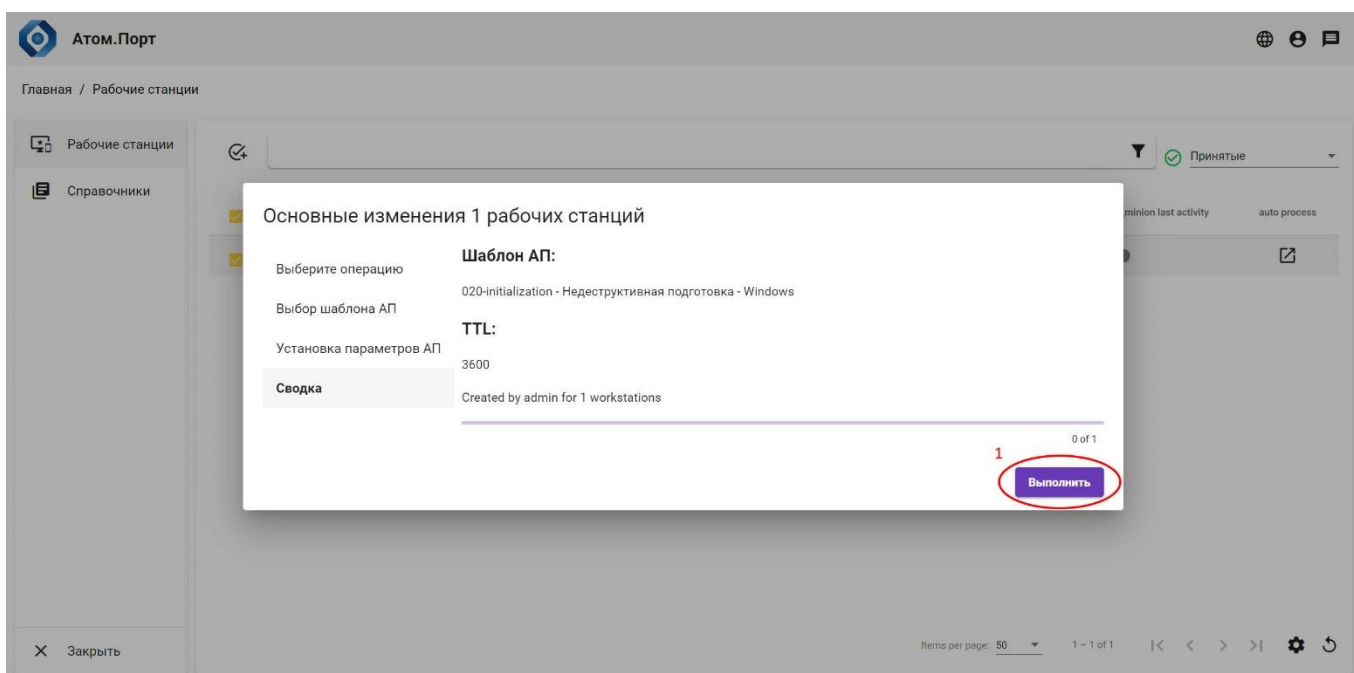

Рисунок 30 – Запуск автопроцесса
5. Проверить параметры автопроцесса и нажать кнопку «Выполнить» (Рисунок 30, поз. 1):